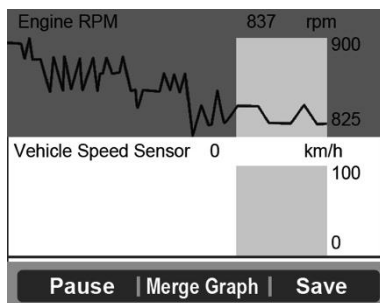

Figura 6.13
- Si "**Fusionar Gráfica**" en la parte inferior aparece cuando una PID está seleccionada para verse, hay información de gráfica fusionada disponible. (Figura 6.13)